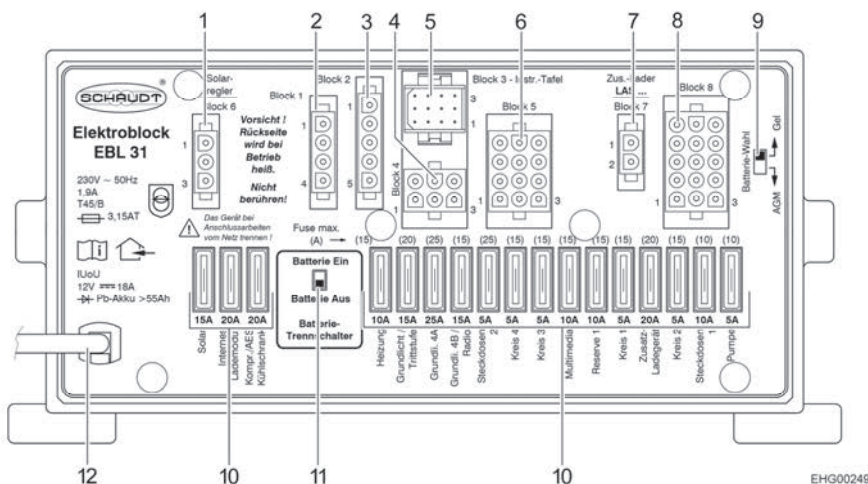

Bild 78 El-block (EBL 31)
- Förbrukare som laddare, laddningsregulator för solpanel, panel och liknande förbrukar ström från batteriet, även då huvudbrytaren 12 V på panelen (Bild 79,6) är fränkopplad. Därför bör du ställa batteri-brytaren (Bild 78,11) på el-blocket på "Batterie Aus" (batteri från) om fordonet inte ska användas under en längre tid.